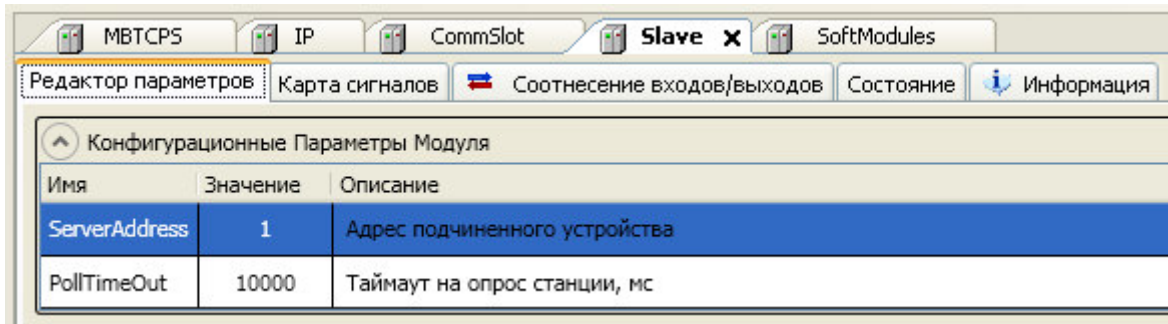

Рисунок 3.17 – Модуль Slave. Закладка Редактор параметров
- 2 Перейти на закладку *Редактор параметров* (рисунок 3.17).